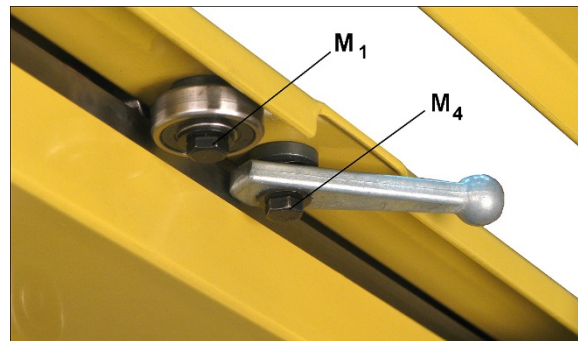
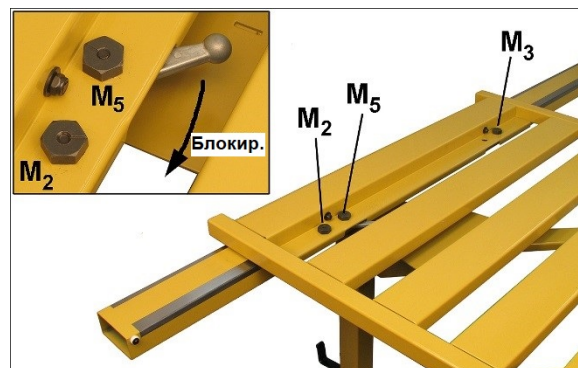

Рисунок 7-12
Рисунок 7-13
1. Для устранения бокового люфта ослабьте винт подшипника (M_1 , рисунок 7-12), и поворачивайте эксцентриковую гайку (M_2 , рисунок 7-13) пока подшипник не будет слегка касаться внешней направляющей. Не прижимайте подшипник к направляющей слишком сильно. Затяните винт (M_1).
3. Переведите ручку фиксации стола (вставка, рис. 7-13) в положение «блокировка». Если ручка движется слишком туго или слишком свободно, ослабьте винт (M_4) и отрегулируйте эксцентриковую гайку (M_5) аналогичным образом. Затяните винт.